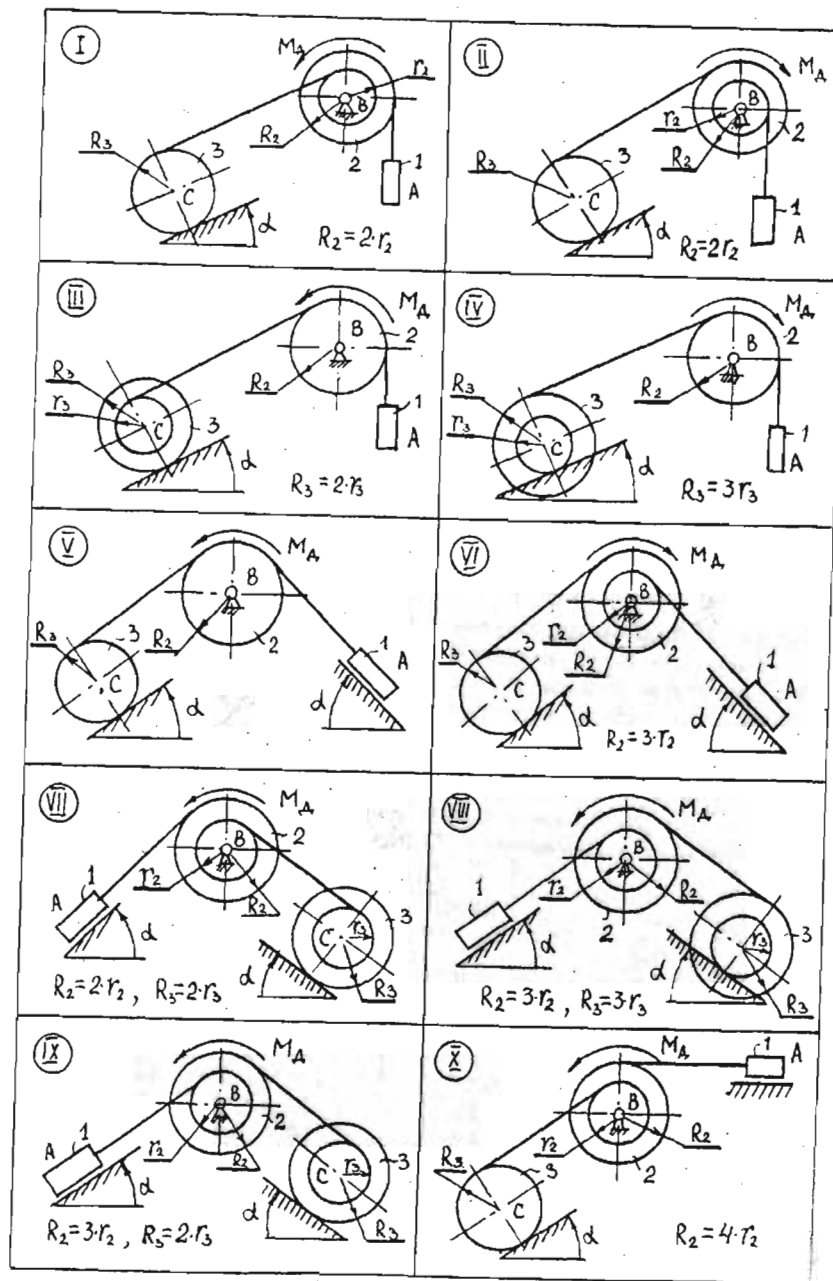

Рис. 6
Механическая система (табл. 6, рис. 6), состоящая из груза 1, однородного блока 2 и катка 3, соединенных между собой нерастяжимой нитью, приходит в движение из состояния покоя.
- сообщить системе возможные перемещения и показать на схеме (рис. 6) элементарные перемещения  $\delta S_j$  точек приложения сил  $F_j$  или углы  $\delta\varphi$  элементарных поворотов тел, к которым приложены моменты пар сил  $M_i$ ;